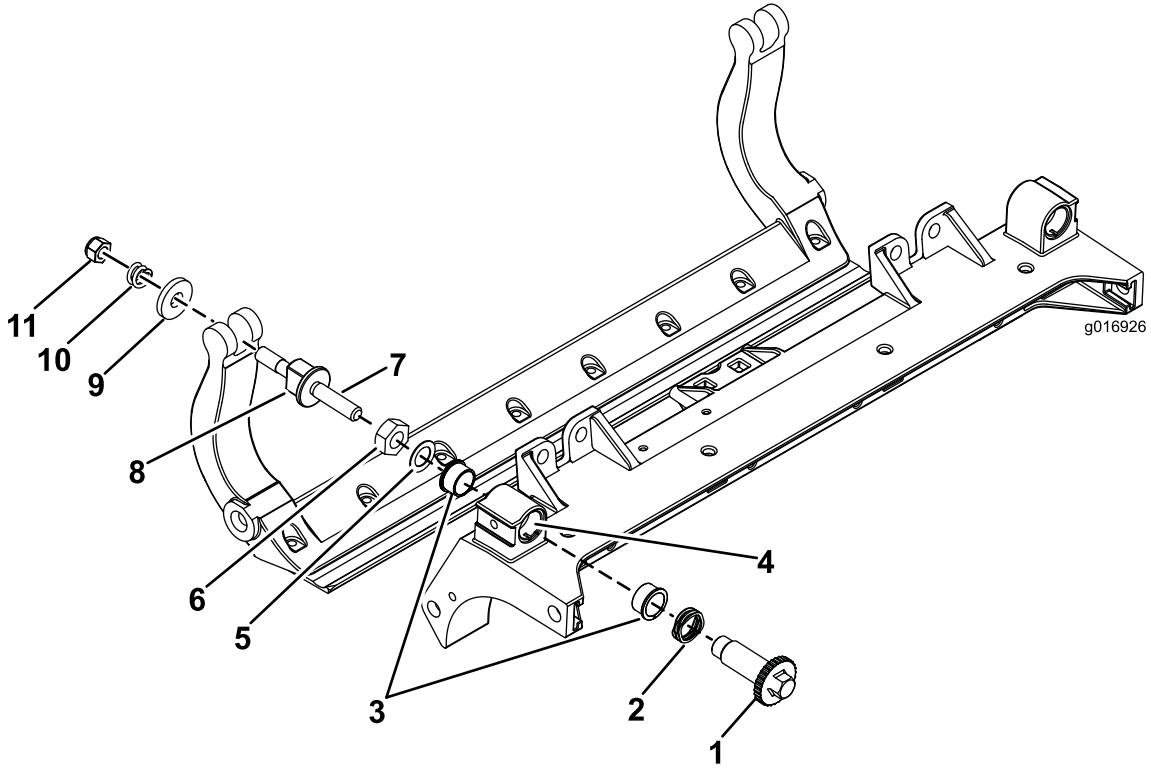

Figura 37
1. Retire todas las piezas (consulte las *Instrucciones de instalación* del Kit HD DPA y la Figura 37).
2. Aplique compuesto antigripante en la parte interior de la zona de los casquillos del bastidor central de la unidad de corte (Figura 37).
3. Alinee los salientes de los casquillos con brida con las ranuras del bastidor, e instale los casquillos (Figura 37).
4. Instale una arandela ondulada sobre el eje del ajustador e introduzca el eje del ajustador en los casquillos con brida del bastidor de la unidad de corte (Figura 37).
5. Sujete el eje del ajustador con una arandela plana y una contratuerca (Figura 37).
12. Coloque una arandela de acero por fuera de cada arandela de nylon (Figura 37).
Nota: Las arandelas del interior pueden tener cierta holgura (Figura 37).
15. Apriete la tuerca de cada ajustador de la barra de asiento hasta que el muelle de compresión esté comprimido del todo, luego afloje la tuerca $\frac{1}{2}$ vuelta (Figura 37).